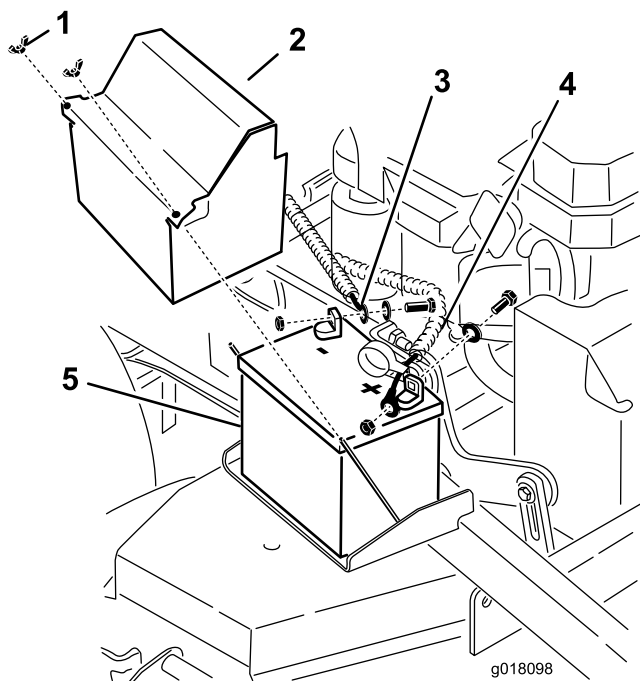

Figure 51
4. Débranchez le câble négatif de la batterie de la borne négative (-) de la batterie (Figure 51).
6. Débranchez le câble positif (rouge) de la batterie (Figure 51).
7. Déposez la plaque de maintien de la batterie (Figure 51) et enlevez la batterie.
1. Placez la batterie sur la machine (Figure 51).
3. Reliez le câble positif (rouge) à la borne positive (+) de la batterie au moyen d'un écrou, d'une rondelle et d'un boulon (Figure 51).
5. Reliez le câble négatif et le câble de masse à la borne négative (-) de la batterie au moyen d'un écrou, d'une rondelle et d'un boulon (Figure 51).